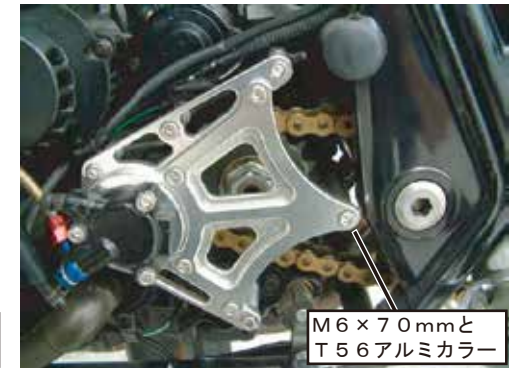

図5
5. M6×8mmボルト4本・M6×70mmボルト・T56アルミカラーを使用し、スプロケットカバーを取り付けて終了です。図5参照